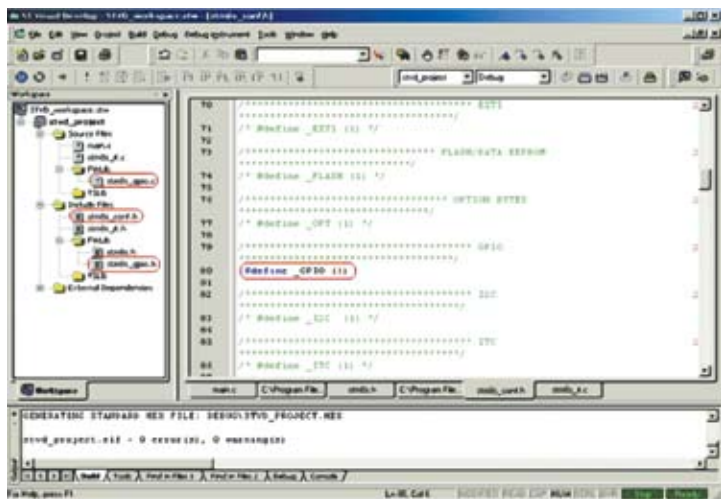

Рис. 8. Конфигурирование библиотеки периферии
- 2) Добавить файл «stm8s_conf.h» из директории вашего проекта «My Project\inc» в папку корневого каталога «Include Files» проекта с помощью операции «правая кнопка мыши → Add Files to Folder...». Для использования какого-либо периферийного модуля необходимо раскомментировать его название в файле «stm8s_conf.h» (рис. 8);
- 3) Вся периферия и функции работы с ней описаны в двух файлах: заголовочном (расширение .h) и исходном (расширение .c) с именем «stm8s_PeriphType». Данные файлы расположены в директориях «inc» и «src» по следующему пути «C:\Program Files\STMicroelectronics\st_toolset\Libraries\STM8S_StdPeriph_Driver». При использовании любого периферийного модуля в вашем проекте необходимо добавить исходный файл в поддиректорию «Source Files\FWLib», а заголовочный — в «Include Files\FWLib» (рис. 8). Данные операции выполняются кликом правой кнопкой мыши на соответствующей папке: «Правая кнопка мыши → Add Files to Folder...»